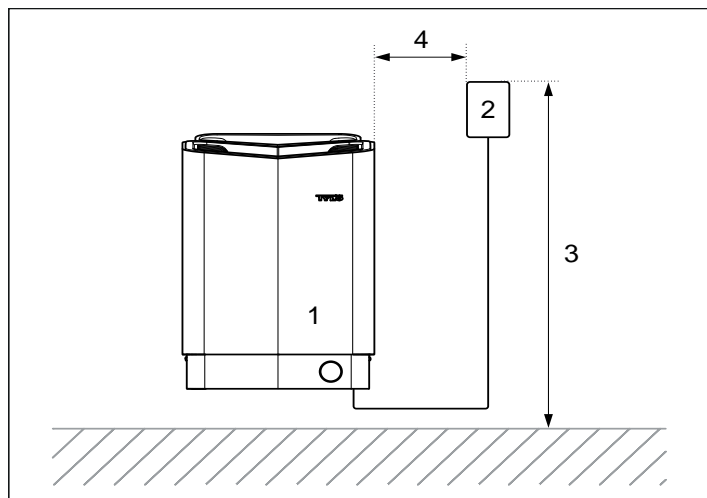

Rysunek 5. Umieszczenie pieca — montaż wnękowy
- Zaplanuj umiejscowienie czujnika (patrz rys. 3, str. 43, i rys. 5, str. 43).
- na tej samej ścianie co drzwi (lub ścianie bocznej, ale bardzo blisko ściany drzwi). Piec można także ustawić we wnęce (patrz rys. 5).
1. Ustaw piec w bezpiecznej odległości od podłogi, bocznych ścian i elementów wyposażenia wnętrza (patrz rys. 5).
2. Ustaw czujnik zgodnie z ilustracją (patrz rys. 5).